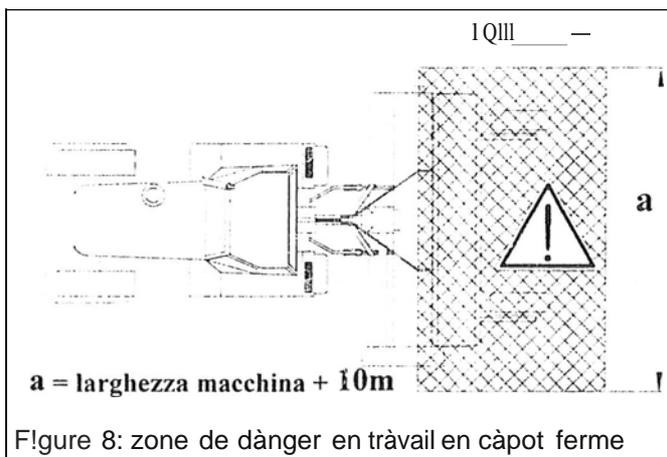

Figure 8: zone de danger en travail en capot fermé
6. Si l'on désire travailler en coffre fermé, il faut s'assurer, avant de commencer le travail, que dans les environs de l'espace de travail, il n'y soient présents ni personnes ni animaux ni choses en un rayon d'action de 10 m de la machine (figure 8).